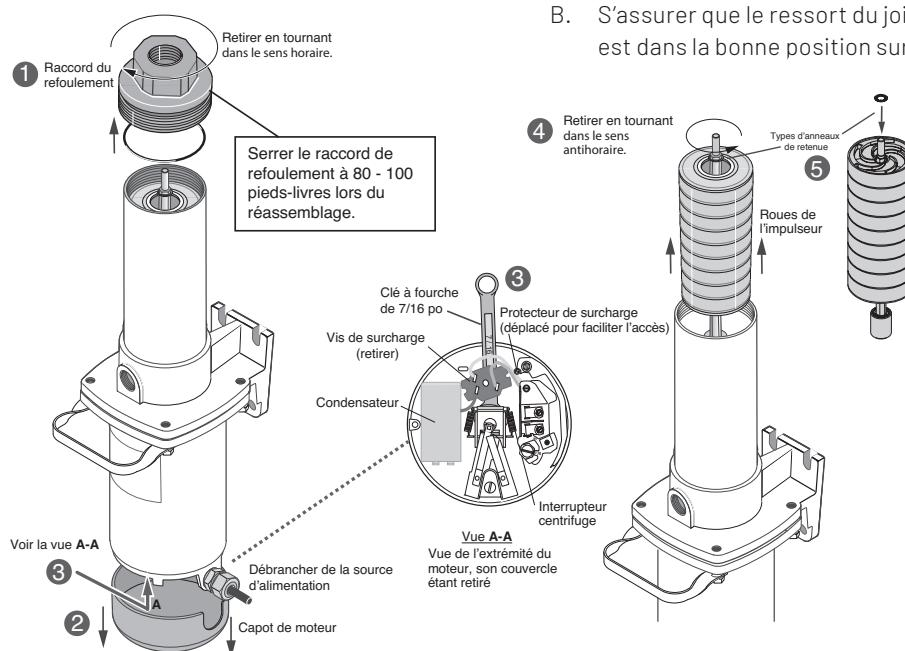

Figure 8 – Remplacement des roues de l'impulseur
1. Débrancher la pompe des tuyaux, puis monter la pompe à la verticale dans un étai (dans la mesure du possible) en orientant son moteur vers le bas. Voir Figure 8. Serrer le moteur au centre. Il est souhaitable d'envelopper le moteur avec un chiffon afin de protéger sa surface extérieure.
Procéder tout d'abord aux étapes 1 à 5 de la section « Remplacement des roues de l'impulseur ». Voir Figure 8.